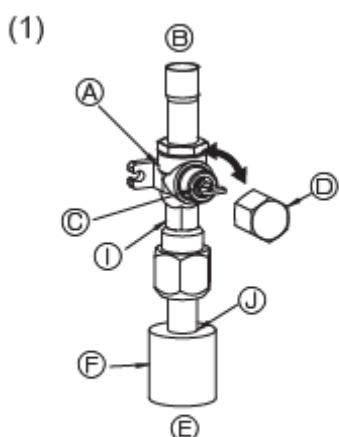

Fig. 4-5
- (1) Partea de gaz (Fig. 4-5)